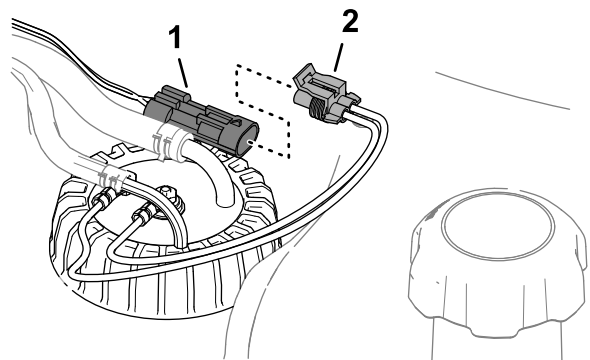

Figura 86
3. Retire el conector hembra de 2 vías del arnés del sensor de combustible del conector de 2 pines del arnés de cables de la máquina (Figura 86).